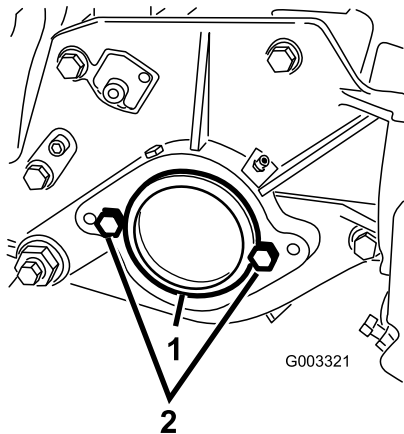

Рисунок 7
3. На правой стороне режущего блока снимите пластиковую заглушку с корпуса подшипника (Рисунок 7).
4. Выверните 2 колпачковых винта из правой боковой пластины (Рисунок 7).
6. Установите, не затягивая, 2 монтажных винта двигателя барабана в левую боковую пластину режущего блока (Рисунок 7).